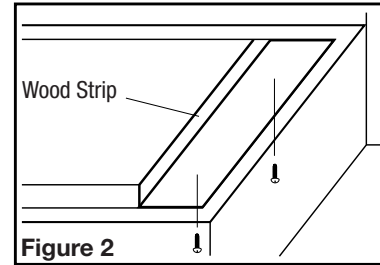

Figure 2
1. If the hood will be installed under cabinets that have a recessed bottom, it will be necessary to install wood mounting strips (not included) so the hood will mount properly (Figure 2).
1. Pour installer la hotte sous des armoires dont la base est en retrait, il faut d'abord installer des bandes de fixation en bois (non comprises) afin que la hotte soit fixée convenablement (Figure 2).